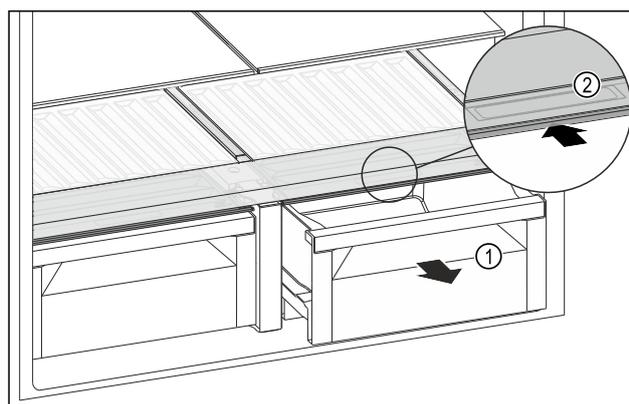

Fig. 127
- ▶ Retirer le tiroir *Fig. 127 (1)*.
- ▶ Saisir la poignée encastrée *Fig. 127 (2)* du couvercle du compartiment et pousser le couvercle du compartiment vers l'arrière.